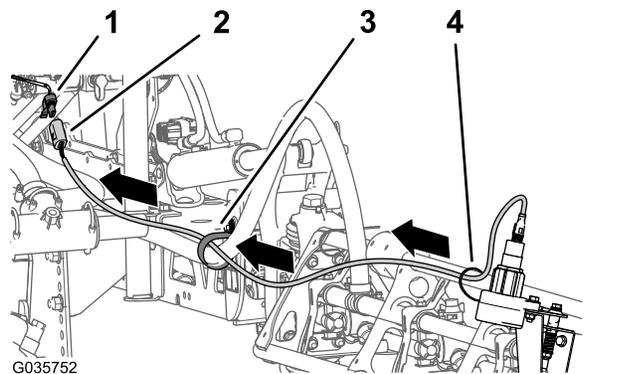

Figure 23
à 4 douilles du faisceau provenant du kit de finition pour rampes ultrasoniques (devant le collecteur des vérins de levage) (Figure 23).
- Branchez les connecteurs à 4 broches des faisceaux des capteurs gauche et droit au connecteur à 4 douilles du kit de finition pour rampes ultrasoniques (Figure 23) portant la mention « LEFT SONIC SENSOR » (capteur sonique gauche) et « RIGHT SONIC SENSOR » (capteur sonique droit).
5. Attachez le fil qui sort du capteur à la rampe avec des attache-câbles (Figure 23).